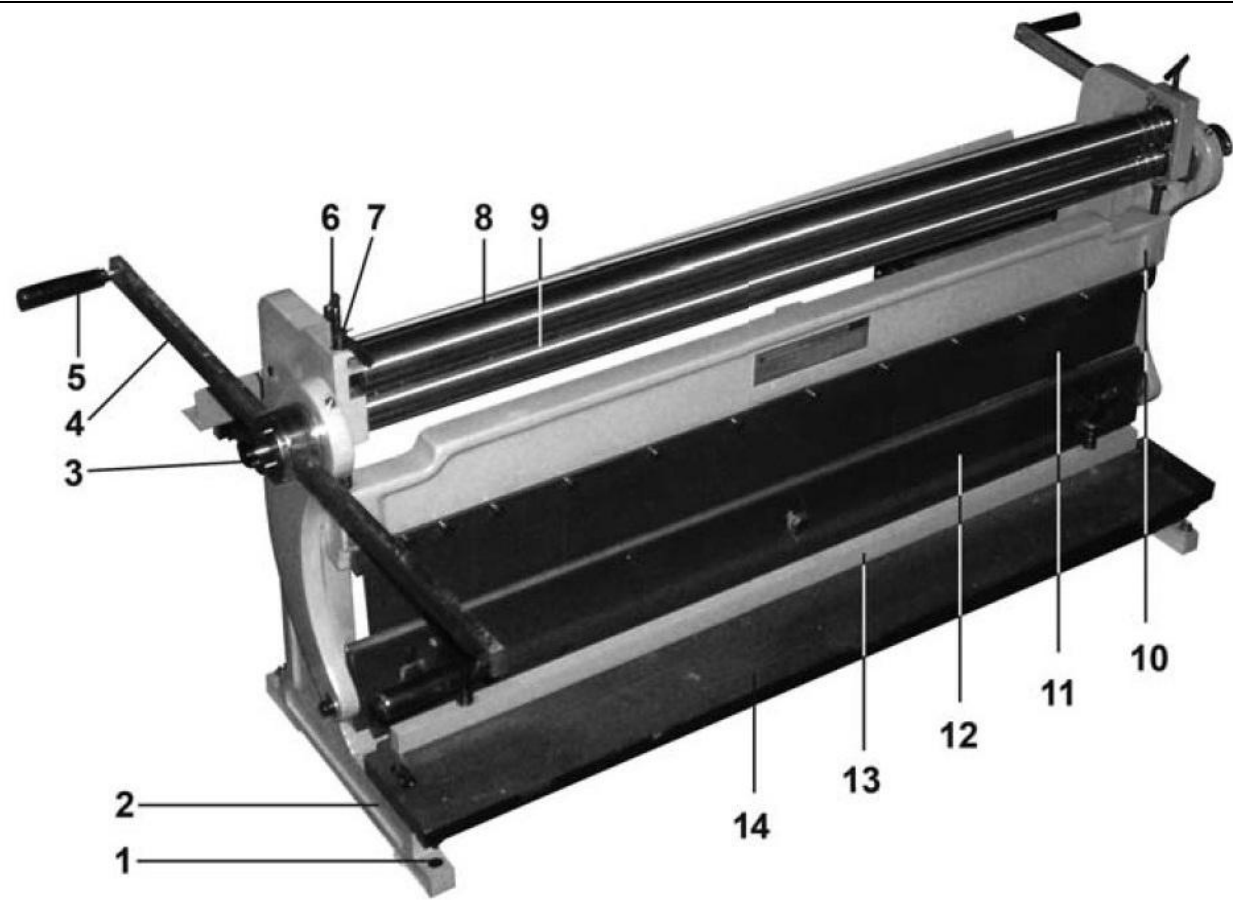
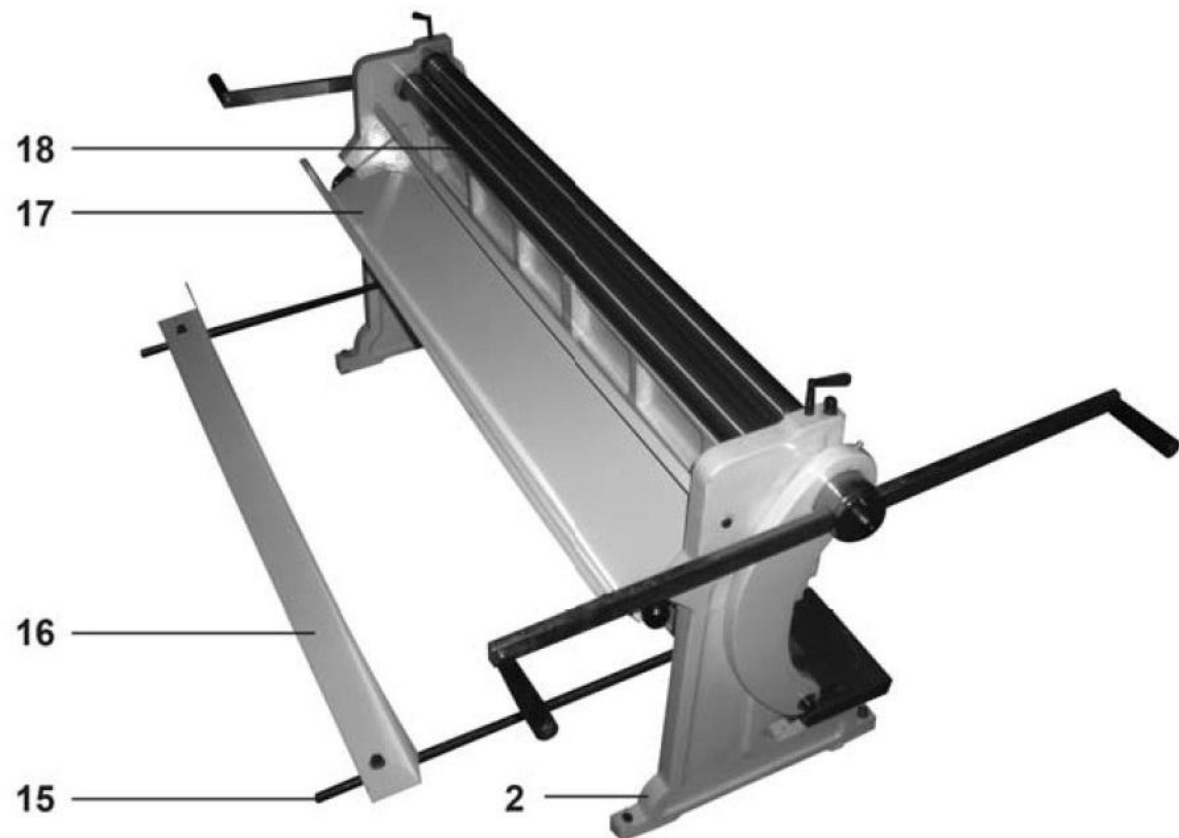

Рис. 2
Рис. 3
8. СБОРКА (Рис. 2, 3)
Как показано на Рис. 2, установите ручки (4), положение зафиксируйте установочным болтом (3). На ручках (4) установите и закрепите рукоятки (5). Как показано на Рис.3, в основание (2) вкрутите две направляющие (15). На направляющих (15) установите и закрепите упорную планку (16).
9.1. Подготовка к работе (Рис. 2, 3)
9.3. Изгибание под углом 90°, отбортовка (Рис. 2, 3).
9.3.1. Установите направляющие (15) и упорную планку (16), Рис. 3, в специальные резьбовые отверстия нижней пластины (12). Положение упорной планки (16) определяется разметкой заготовки.
9.4. Резание (Рис. 2, 3)
9.4.1. Как показано на Рис. 3, установите направляющие (15) и упорную планку (16) в специальные резьбовые отверстия с обратной стороны рабочего стола (14). Положение упорной планки (16) определяется разметкой заготовки.